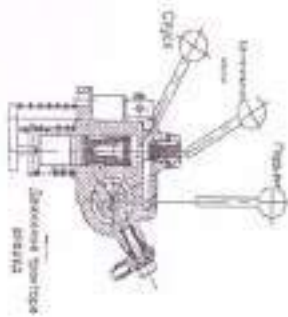

Рис. 2.8. Рычаг гидравлического подвешивания
2.3.3. Рычаг гидравлического подвешивания (рис. 2.8.)